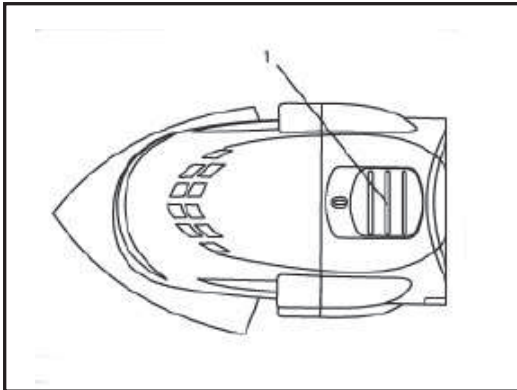

Рис. 5
- ✿ Если Вы хотите включить инструмент, передвиньте выключатель (1) в направлении к передней части инструмента (Рис. 5).
- ✿ Если Вы хотите выключить инструмент, передвиньте выключатель в направлении к задней части инструмента (Рис. 5).
3. Положите инструмент с пильным полотном (3) так, чтобы он слегка прикоснулся к поверхности плитки, и чтобы режущие зубья НЕ ПРИКАСАЛИСЬ к разрезаемой поверхности.
4. Установите самые высокие обороты и включите инструмент (Рис. 5 и 6).
3. Установите режущее полотно (2) близко над полом в центре одной из линий разреза.
4. Установите на инструменте средние обороты и включите инструмент (Рис. 5 и 6)
3. Установите угловую кромку пильного полотна (2) близко к гипсокартонной стенке в центре одной из линий разреза.
4. Установите самые высокие обороты и включите инструмент (Рис. 5 а б).
4. Переключите выключатель в положение ВКЛЮЧЕНО, как показано на Рис. 5.
2. Установите регулятор оборотов на 4 и переключите выключатель в положение ВКЛЮЧЕНО, как показано на Рис. 5 и 6.